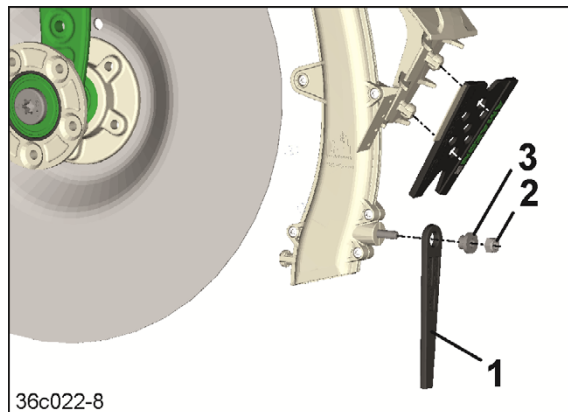

Рис. 229
Проверьте отбойную планку (Рис. 229/1) на предмет износа. Если планка изношена, замените ее.
2. Ослабьте шестигранную гайку (Рис. 229/2), снимите втулку (Рис. 229/3) и замените отбойную планку (Рис. 229/1).